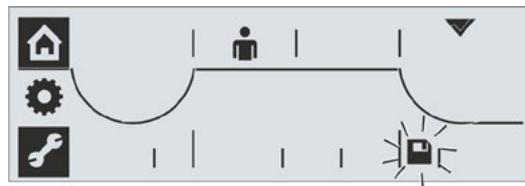

Рис. 9: Сохранение конечного положения активно
- Выполните сохранение: поворачивайте кнопку Drive Controller, пока не будет мигать знак сохранения, см. рис.9.